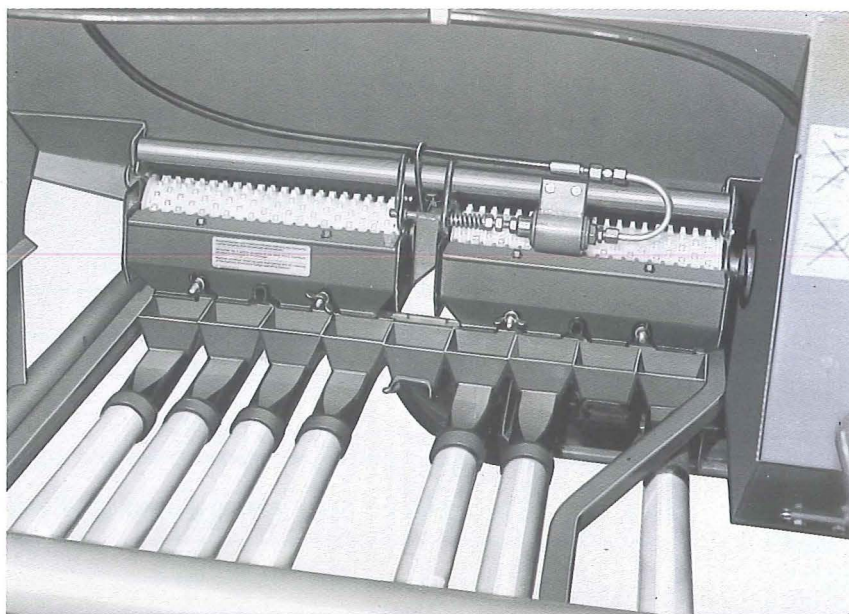

Fig. 9
4.12 Breddereduktionskobling til gødning og mikrogranulat (Fig. 9)